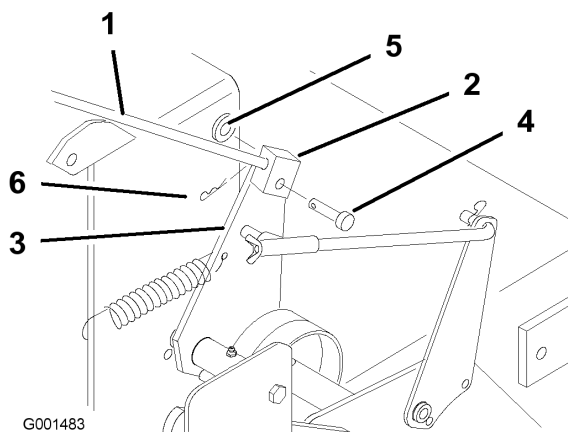

Figure 15
1. Retirez la goupille fendue, la rondelle et l'axe de chape qui fixent la tige de commande au support de la poulie de tension (Figure 15).